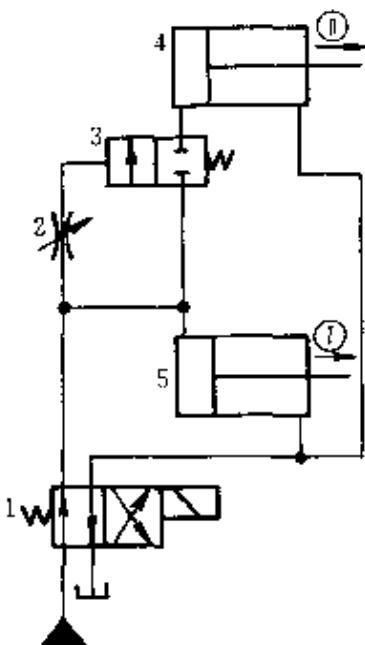

图 7-13 时间控制的顺序
图 7-13 为时间控制顺序动作回路，由液压泵输出的油液先进入液压缸 5 的左腔，使活塞右移完成①的动作。另一路经节流阀 2，在节流阀 2 的作用下，液动换向阀 3 经一定时间后才换向，因此液压缸 4 也经一定时间后才实现动作①。可见，液压缸 4 完成动作①要比液压缸 5 完成动作①晚，其滞后的时间长短，可由节流阀 2 调节。